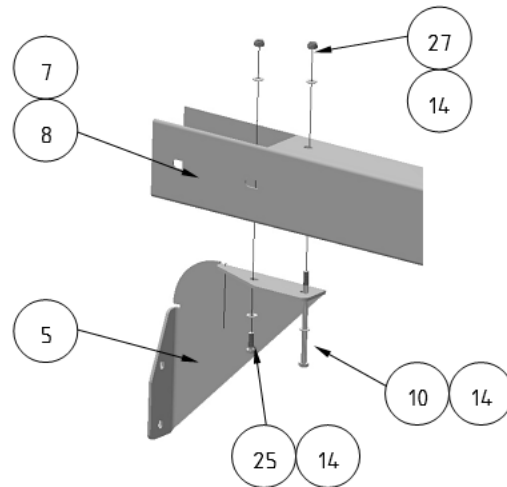

Abbildung 6: Befestigung Eckwinkel
Bitte beachten Sie, dass auf den Seiten, auf denen sich keine Sprossenwände befinden, die oberen Ecken mit den Eckwinkeln (5) ausgesteift werden müssen. Dazu müssen die Eckwinkel (5) zunächst an die entsprechenden Seitenteile (7+8) geschraubt werden. Zur Befestigung nutzen Sie bitte die mitgelieferten Schrauben (vgl. Abbildung 6).